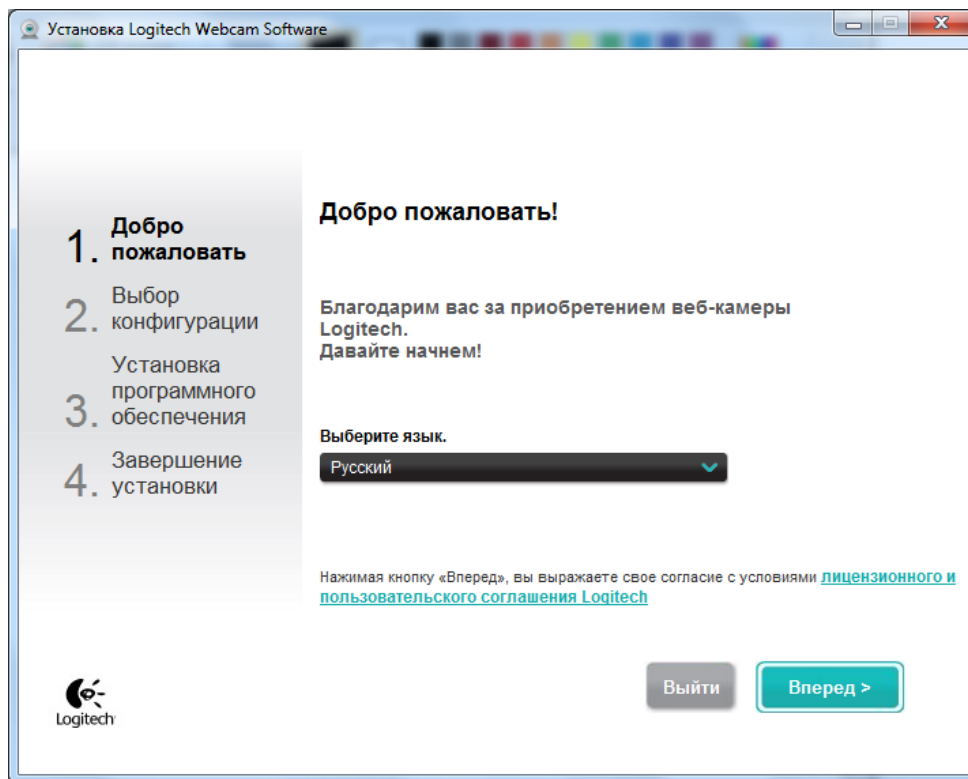

Рисунок 15.1
2. Дождаться появления окна (Рисунок 15.1) После прочтения лицензионного соглашения продолжить установку, нажав «Вперёд»